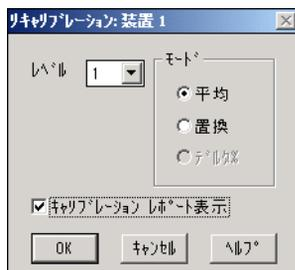

図 12 リキャリブレーションダイアログボックス
- 2 リキャリブレーションダイアログボックスを表示します (図 12 参照) :